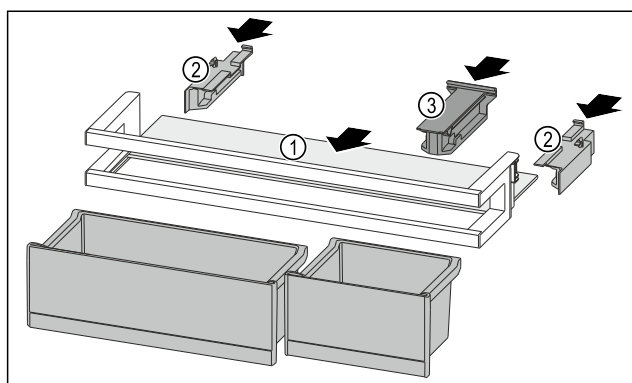

Fig. 263
- Insérer la tablette de rangement Fig. 263 (1) dans les évidements latéraux.
- Installer les parties latérales Fig. 263 (2).
- Installer la pièce de retenue Fig. 263 (3).